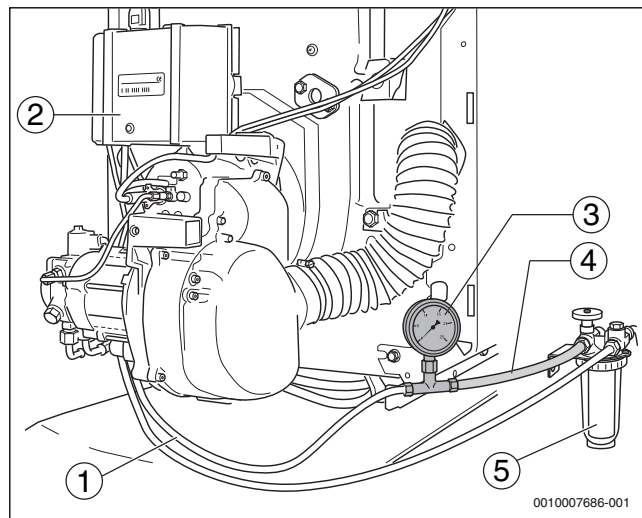

Fig. 19 Filtre de fioul, vacuomètre et tuyau transparent
- Monter le vacuomètre (→ fig. 19, [3]) avec le tube transparent (→ fig. 19, [4] ; accessoire), comme représenté, entre le filtre à fioul (→ fig. 19, [5]) et la conduite d'aspiration du fioul (→ fig. 19, [1]).
- ▶ Contrôler l'absence de bulles d'air dans le fioul aspiré à travers le tube transparent (→ fig. 19, [4]).
- ▶ Fermer le robinet principal de fioul au niveau du filtre à fioul (→ fig. 19, [5]) et démonter le tube transparent (→ fig. 19, [4]) avec le vacuomètre (→ fig. 19, [3]).
- ▶ Visser la conduite d'aspiration du fioul (→ fig. 19, [1]) au raccordement du filtre à fioul.